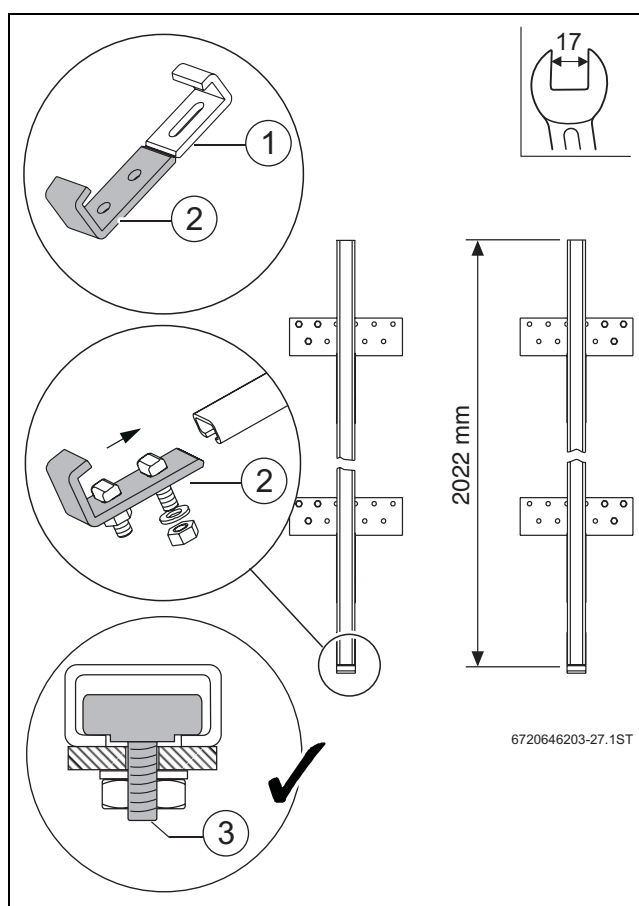

Fig. 31 Montar garras de sujeción
- ▶ Montar previamente las garras de sujeción inferiores en los raíles verticales (2022 mm): → fig. 31, pág. 23.